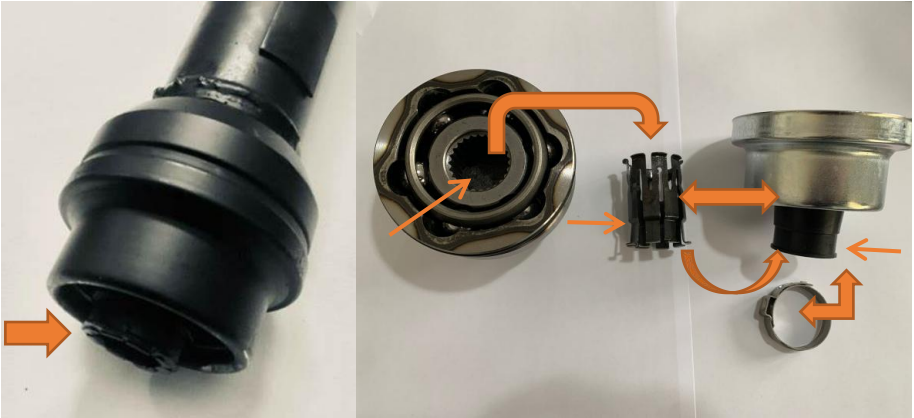

Fig 2.1 Fig 2.2
2. Ändytan är av insatsaxeltyp med konstant hastighetsstigning (Fig. 2.1) med fast flerspårsring och ändlös klämman av typen extern låstyp.